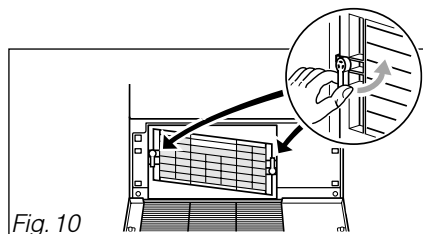

Fig. 10
- Déverrouillez le condenseur (Fig. 10).